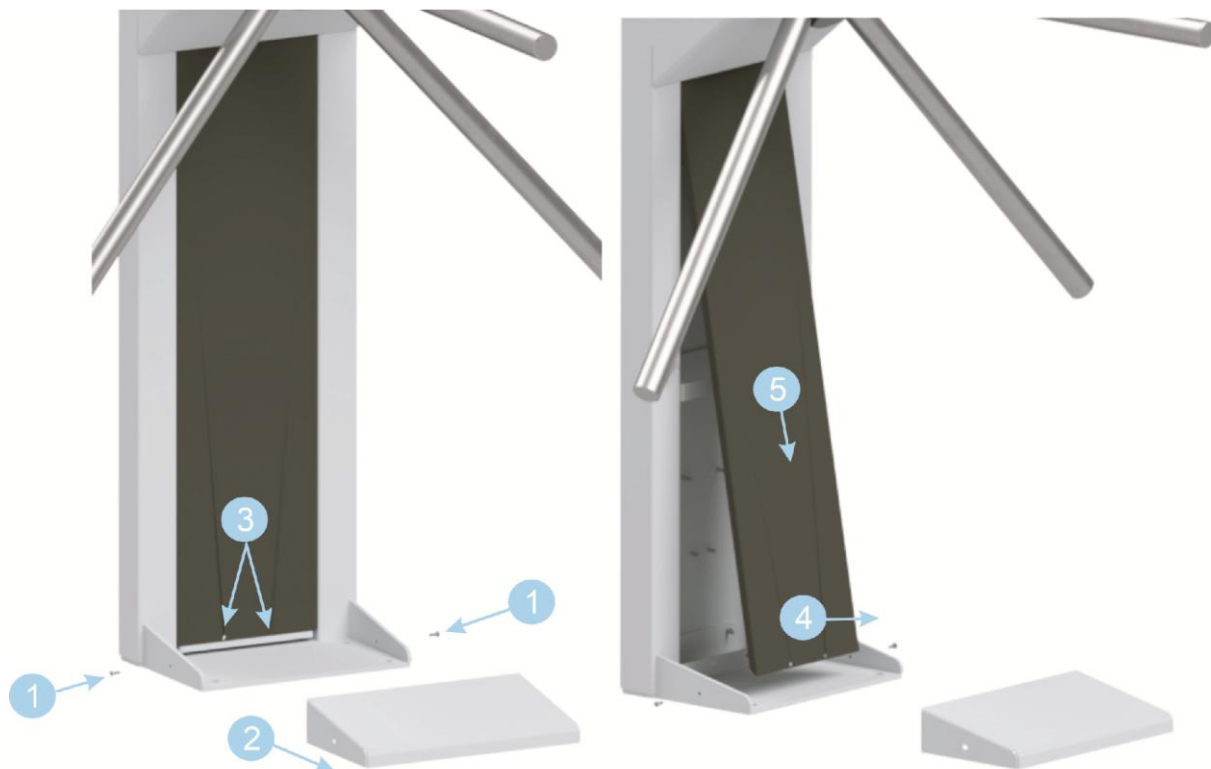

Рисунок 7.4.2 - Разборка кожухов турникета
1. Получить доступ к монтажному основанию и контроллеру управления турникетом, для этого необходимо выполнить следующие действия (см. рисунок 7.4.2):